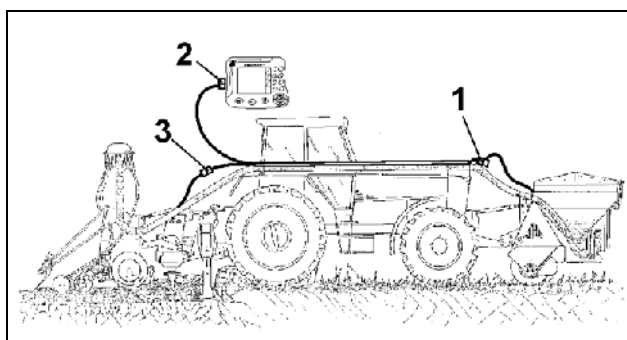
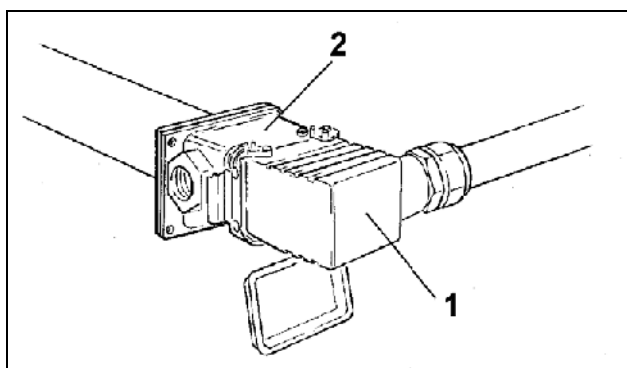
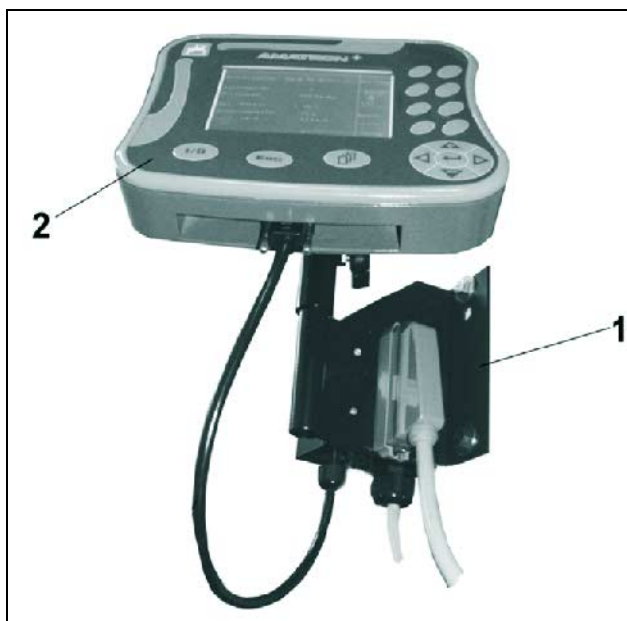

Fig. 45
Fig. 46
Fig. 47
Legg opp og fest kabelreet (Fig. 45) sammen med såfrøledningsrøret på traktoren.
- Koble kombipluggen fra fronttanken til på kabelreet (Fig. 45/1, Fig. 46).
- Koble til pluggen fra såskinnen på kabelreet (Fig. 45/3).
- Koble til kabelreet med maskinpluggen på traktorbasisutstyret til **AMATRON 3** (Fig. 45/3, Fig. 47).